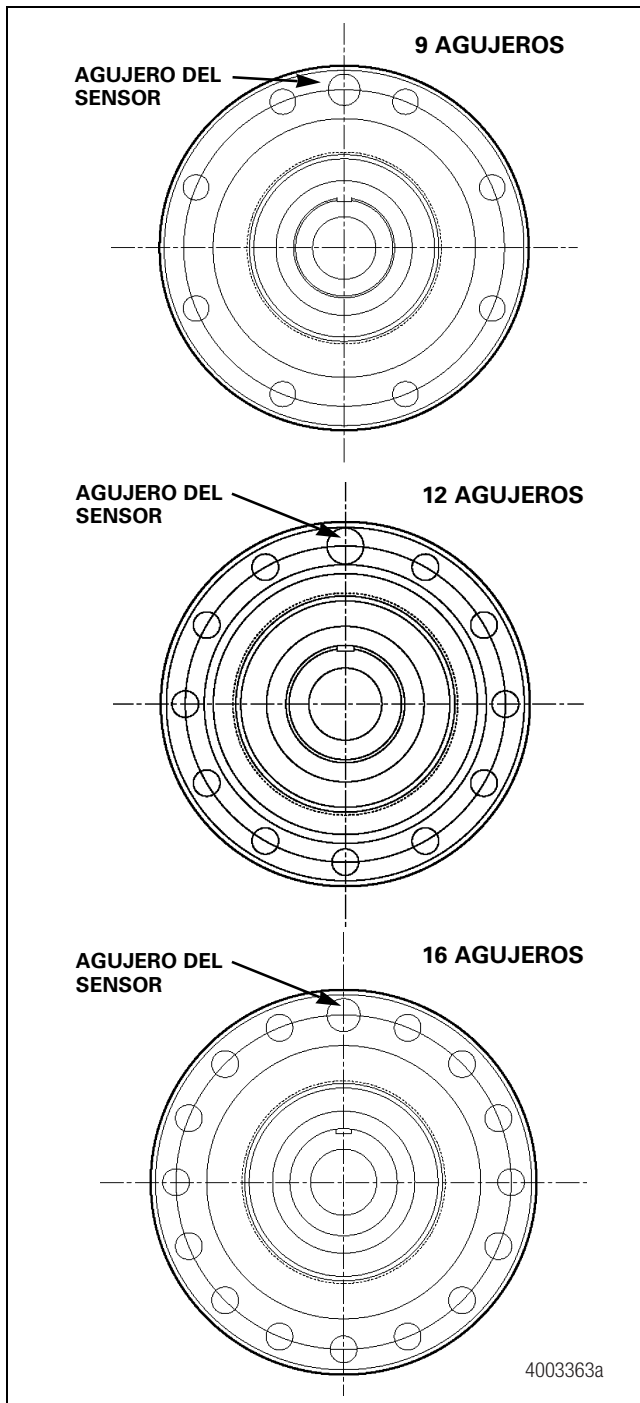

Figura 13.18
8. Las bridas de freno actuales vienen con 9, 12 y 16 patrones de agujeros. En los tres diseños, el cable del ABS debería atravesar el agujero de 0.8125 pulgada de diámetro y los agujeros restantes deberían usarse para fijar la araña del freno según se detalla en la Sección 6. Figura 13.18.